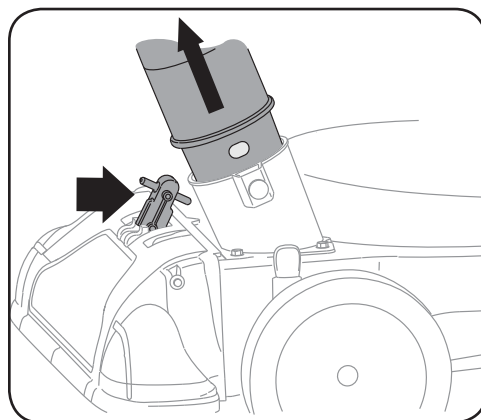

Figure 3-4
1. Placez le levier de sélection de mode d'aspiration à la position la plus proche du boyau pour aspirer par la buse. Voir Figure 3-4.
2. Avant d'utiliser la buse d'aspiration, assurez-vous que la goupille à ressort est insérée dans le premier trou (le plus proche de l'extrémité du boyau) du raccord. Voir Figure 3-4.